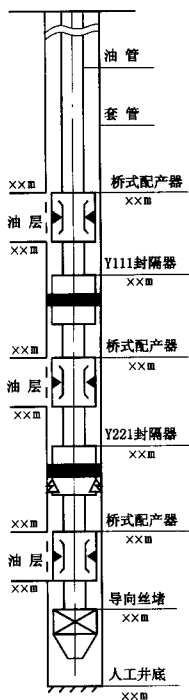
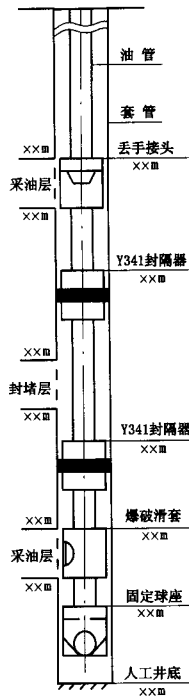

图 96
图 99
4.1.2 管柱图的左边应标明油气水层位置，右边则应在工具图例的上端水平引出线上标明工具的型号、名称和深度（如图 96～图 111 所示）。型号和名称应符合 SY/T 5105 和 SY/T 5629 的规定。
4.2.1 采油管柱如图 96～图 99 所示。